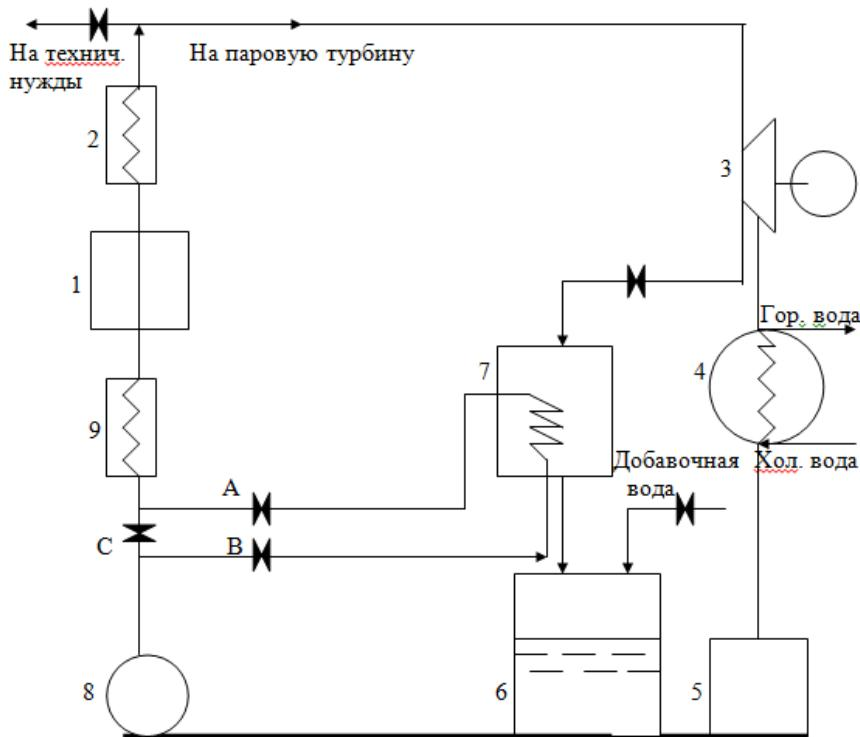

Рис. 1. Схема паросиловой установки:
2.1. Изучить принципиальную схему паросиловой установки (ПСУ), представленной на рис. 1. Ознакомиться с процессом производства пара с помощью данной ПСУ, уяснить функциональное назначение входящих в эту схему элементов. Затем приступить к следующим этапам.
2.2.3. Определение температуры конденсата $t_k = f(p_k)$ в конденсаторе 4 (рис.1) по таблице 3. При этом давление насыщенных паров в конденсаторе вычисляется по формуле
2.2.4. Определить температуру смеси конденсата и добавочной воды в питательном баке 6 (рис.1).
Абсолютное давление смеси газов в экономайзере 9 (рис.1) найдется из выражения
Если при этих вычислениях будет иметь место неравенство $t_{\text{пит.в.}} > t_{\text{см}}$, то вода перед подачей на экономайзер подвергается паровому подогреву. Для этого надо открыть вентили А, В и перекрыть вентиль С (рис.1).